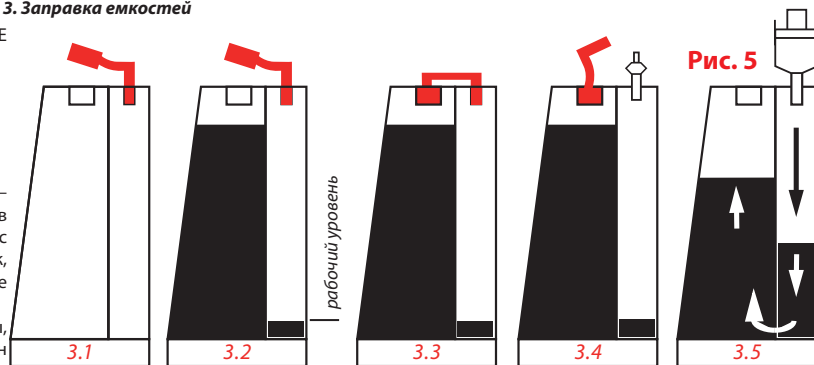

Рис. 5
Произведите заправку емкостей согласно Рис. 5, а именно:
3.5. Если случайно были открыты большие пробки на больших отсеках – уровень чернил в отсеках сравнивается и для того чтобы вернуть уровень в рабочий режим нужно открыть обе пробки на емкости, вставить шприц с поднятым штоком в маленькое отверстие. Впуская воздух в малый отсек, перегоните чернила в большой отсек емкости и после этого закройте большое отверстие (Рис.5, изображение 3.5.);